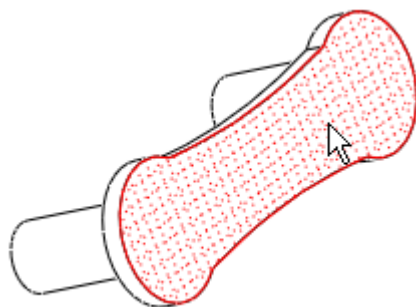
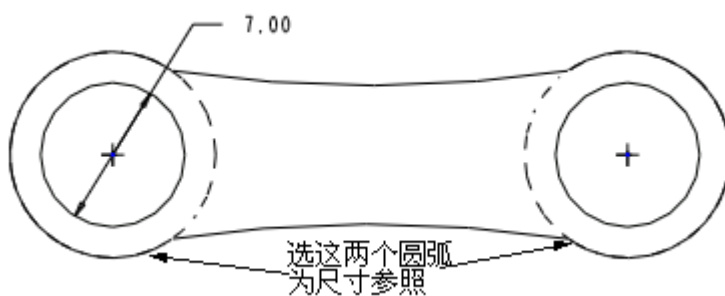

图 55-11
图 55-13
- (1) 选择图 55-11 中箭头指示的曲面，单击菜单【编辑】 【偏移】，打开偏移特征操控板。
- (3) 单击按钮 ，打开【剖面】对话框，选择图 55-11 中箭头指示的面为草绘平面，选择 RIGHT 基准面为视图方向参照。
- (4) 单击【草绘】按钮，进入草绘工作环境。
- (5) 如图 55-13 所示，选择两个圆弧为尺寸参照，绘制两个直径为 7 的圆。